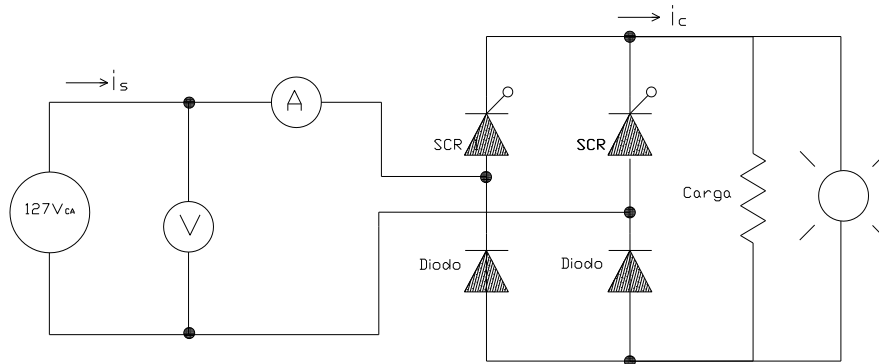

figura 6.2: Rectificador monofásico de onda completa con SCR.
En estos rectificadores monofásicos semicontrolados, se reemplaza por SCR's uno de los grupos de conmutación que formaban el puente completo monofásico que se vio en la practicas 2, como se muestra en la figura 6.2. En este tipo de circuito no hay posibilidad de tener voltaje negativo en la carga, así que solo trabajara en el primer cuadrante del diagrama voltaje – corriente.
1. Arme el circuito de la figura 6.2